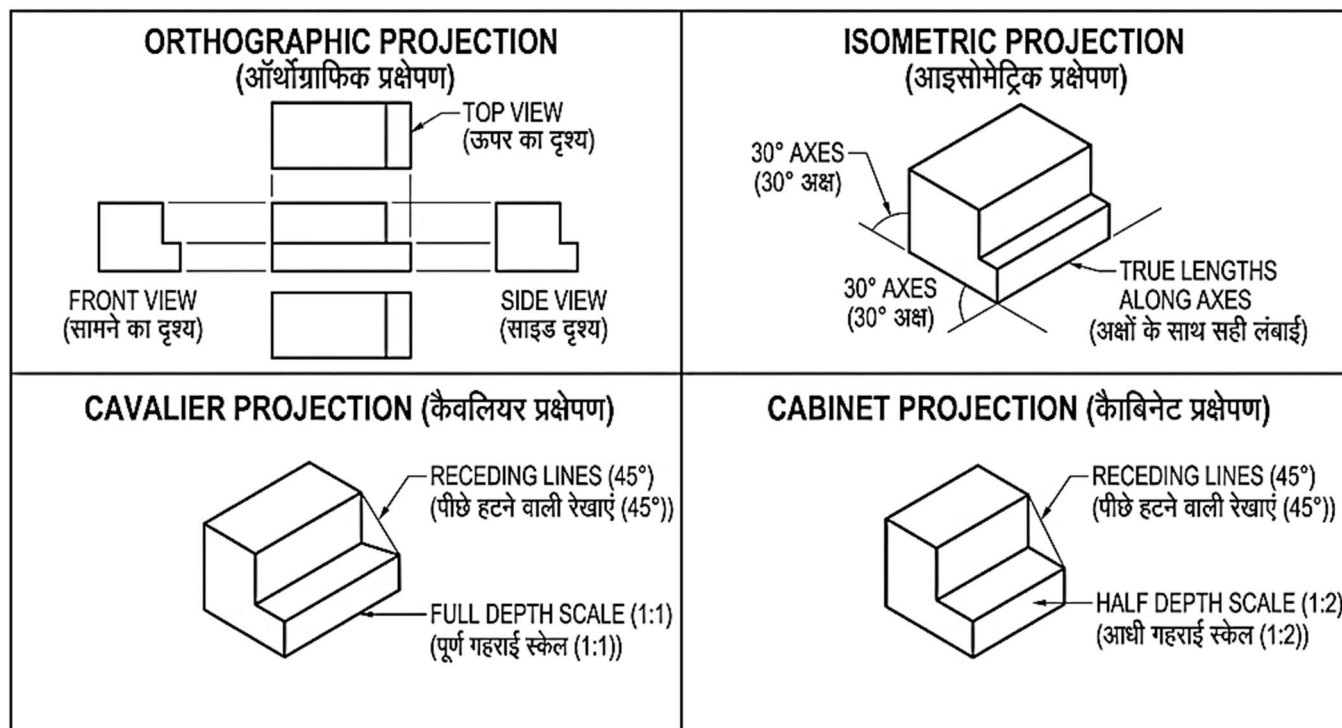

Fig. 2.1: Types of Projection in Engineering Drawing | इंजीनियरिंग ड्राइंग में प्रक्षेपण के प्रकार
2.1.1 Definition (Fig. 2.1)
2.1.1 परिभाषा (Fig. 2.1)